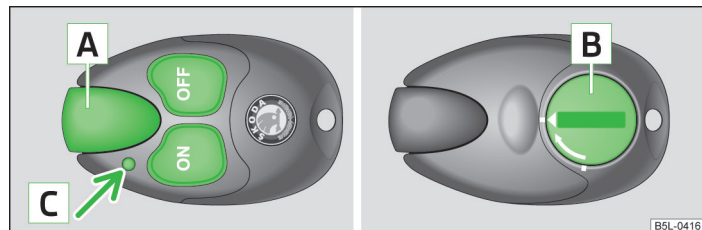

Fig. 94 Riscaldamento supplementare: radiocomando
- › Per attivare premere il tasto  » fig. 94.
La portata ottimale con batteria carica può raggiungere 600 m. Per attivare o disattivare il riscaldamento supplementare, tenere il radiocomando in posizione verticale, con l'antenna  » fig. 94 rivolta verso l'alto. L'antenna non deve essere coperta dalle dita o dalla mano. Gli ostacoli che si frappongono tra il radiocomando e il veicolo, le cattive condizioni atmosferiche e la riduzione della carica della batteria possono ridurre notevolmente la portata.
Dopo aver premuto il radiocomando, la spia di controllo  » fig. 94 indica se il segnale radio è stato ricevuto dal riscaldamento supplementare e se la batteria è sufficientemente carica.
Se la spia di controllo del radiocomando segnala il livello basso o insufficiente della batteria  » fig. 94 a pagina 98, occorre procedere alla sostituzione. La batteria si trova al di sotto di un coperchio  » fig. 94 a pagina 98 sul lato posteriore del radiocomando.